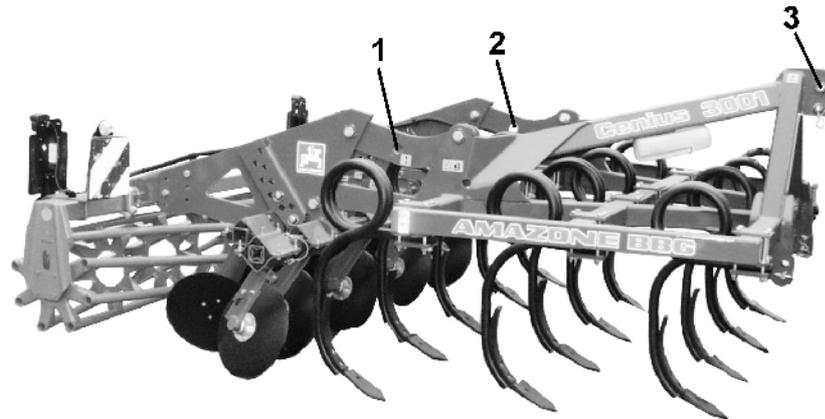

Fig. 2
- ¡El Cenius 3001 dispone de 3 puntos de fijación (Fig. 2/1,2,3) para correas de izaje!